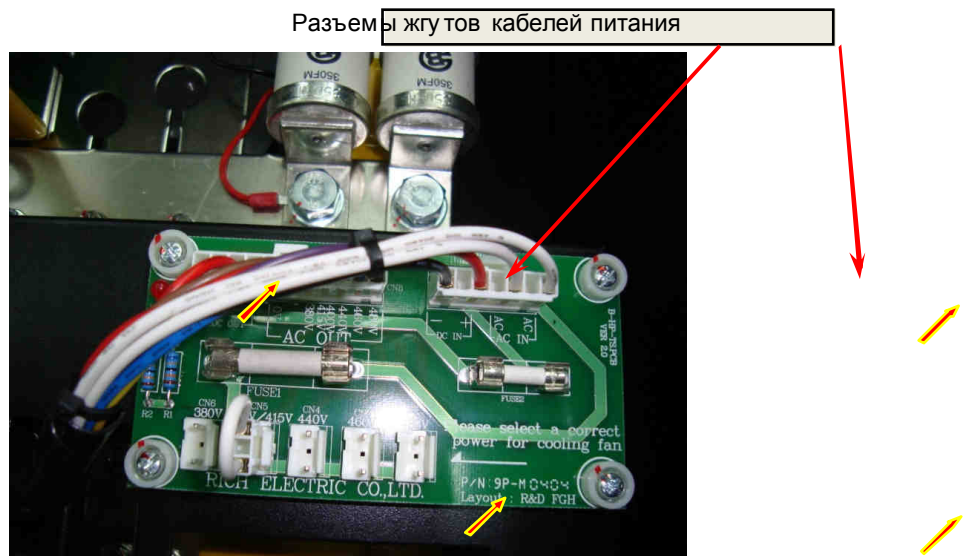

Рис. 7.36.
- 7.16.1. Установить плату предохранителей на переднюю панель блока конденсаторов. Закрепить плату четырьмя винтами (рис. 7.36).
- 7.16.2. Подсоединить разъемы жгута к ответным разъемам на плате (рис. 7.36).